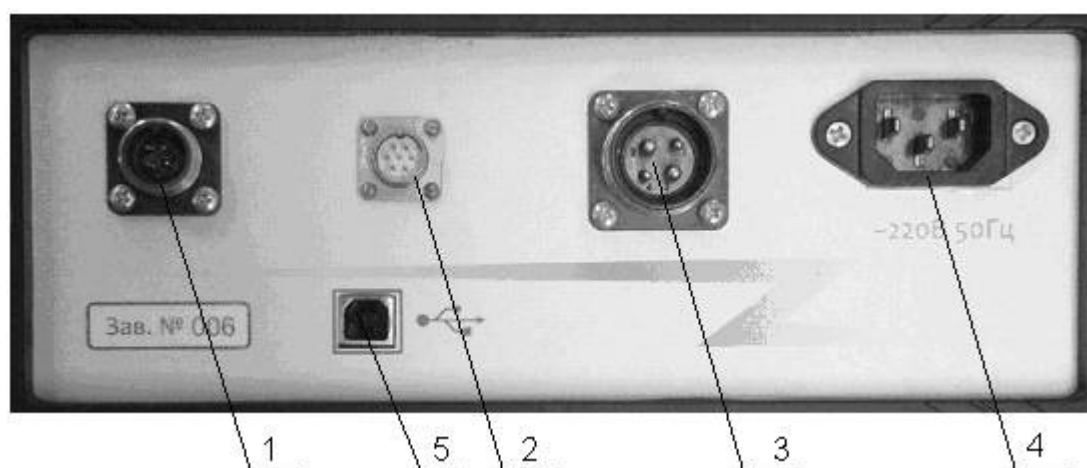

Рис. 2. Задняя панель TMB-2
Вид задней панели прибора показан на рис. 2.
чика не превышал 3° во всех направлениях. Необходимо также обеспечить свободное перемещение серьги с зажимом. Подключить кабель «прибор–датчик» 3 к разъему 1 на приборе (рис.2). При переключении испытуемого выключателя трос не должен вытягиваться на длину более 1 м! Категорически запрещается свободно отпускать серьгу вытянутого троса во избежание его разрыва!
5. Прикрепить «крокодилы» к главным контактам выключателей. Подключить соединительный кабель «прибор – крокодилы» к разъему 2 на задней панели прибора (рис.2).
6. Подключить кабель управления приводом с метками «Вкл.», «Откл.» и «Общ» к разъему 3 на приборе (рис.2) и к клеммам катушек контакторов испытуемого выключателя.
Для передачи данных в ЭВМ нужно подключить USB-кабель к разъему 5 на задней панели прибора (рис.2) и USB-разъему ЭВМ, и включить прибор в сеть.